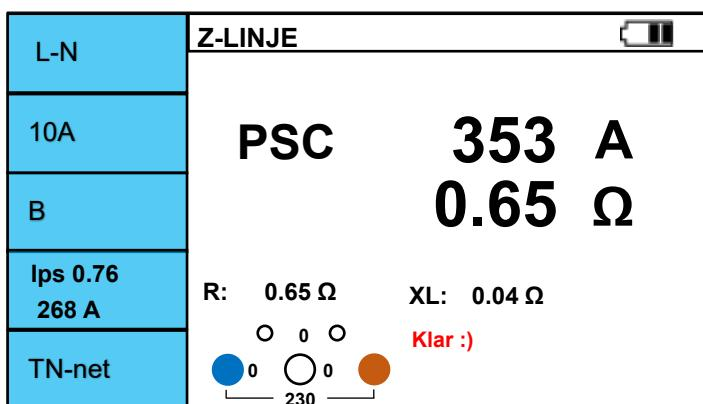

Figur 6.5.7 Z-Linje / L-N tilkobling
- III. Koble til måleledningene som vist i Figur 6.5.7.